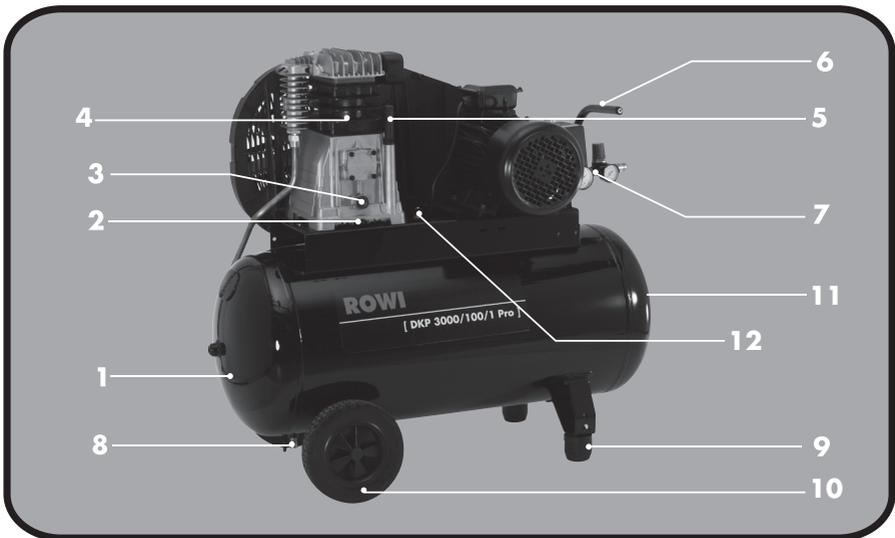
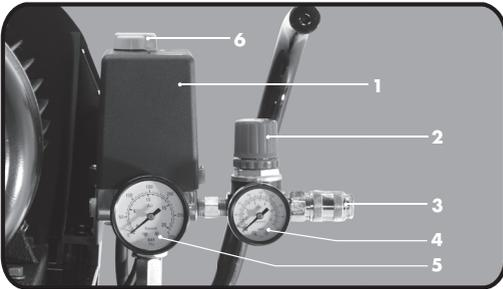

Abb. 4: Geräteübersicht
Abb. 5: Geräteübersicht Druckluftarmatur
1. Vergewissern Sie sich, dass der weiße Knopf am Druckschalter (Ein-/Ausschalter, siehe Abb. 5, Nr. 6) auf der Position "OFF" steht. Schließen Sie dann den Kompressor an eine geerdete, durch einen FI-Schutzschalter (max. 30 mA) abgesicherte Steckdose (400 V/3 ~50 Hz) an.
3. Starten Sie den Kompressor, indem Sie den weißen Knopf am Druckschalter (Ein-/Ausschalter, siehe Abb. 5, Nr. 6) im Uhrzeigersinn auf die Position "AUTO" stellen. Wir empfehlen Ihnen, das Gerät einmal so lange laufen zu lassen, bis der maximale Kesseldruck erreicht wurde und das Gerät automatisch abschaltet. Schließen Sie dann das gewünschte Druckluft-Werkzeug an (siehe Kapitel 3.3).
3. Schalten Sie den Kompressor ein, indem Sie den weißen Knopf am Druckschalter (Ein-/ Ausschalter, siehe Abb. 5, Nr. 6) auf die Position "AUTO" stellen. Lassen Sie den Kompressor mit geöffneter Wasserablassschraube (siehe Abb. 4, Nr. 8) 2 – 3 Minuten laufen. Das Gerät erwärmt sich während dieser Zeit so, dass es für den weiteren Betrieb bereit ist.
4. Schließen Sie nach Ablauf der Aufwärmzeit die Wasserablassschraube (siehe Abb. 4, Nr. 8) wieder. Der Kessel kann sich nun füllen bzw. Druck aufbauen.
1. Schließen Sie dann den Druckluftschlauch an. Hierfür stehen Ihnen zwei Schnellkupplungen zur Verfügung (siehe Abb. 5 und 4):
Auf der Seite des Überdruckventils befindet sich eine Schnellkupplung für ungeminderten Druck (siehe Abb. 4, Nr. 11). Dieser Anschluss empfiehlt sich für Druckluft-Werkzeuge, die keinen bestimmten Arbeitsdruck benötigen. An der gegenüberliegenden Schnellkupplung (siehe Abb. 5, Nr. 3) steht die Luft druckgemindert an. Hier schließen Sie Druckluft-Werkzeuge an, die mit einem vorgegebenen Druck arbeiten.
Drehen Sie das Einstellrad des Druckminderers (siehe Abb. 5, Nr. 2) im Uhrzeigersinn in Richtung +.
Drehen Sie das Einstellrad des Druckminderers (siehe Abb. 5, Nr. 2) entgegen dem Uhrzeigersinn in Richtung -.
1. Drehen Sie zum Abschalten des Gerätes den Knopf am Druckschalter (Ein-/Ausschalter, siehe Abb. 5, Nr. 6) entgegen des Uhrzeigersinns, auf die Position "OFF". Das Gerät **darf niemals** durch Ziehen des Netzsteckers abgeschaltet werden. Das Ziehen des Netzsteckers ohne zuvor den Knopf am Druckschalter hinunter zu drücken, deaktiviert die Druckentlastung.
- ▶ Schalten Sie den Kompressor ab, indem Sie den weißen Knopf am Druckschalter (siehe Abb. 5, Nr. 6) entgegen des Uhrzeigersinns auf die Position "OFF" drehen.
- ▶ Lösen Sie die Ölablassschraube (siehe Abb. 4, Nr. 2) und lassen Sie das Altöl vollständig ab.